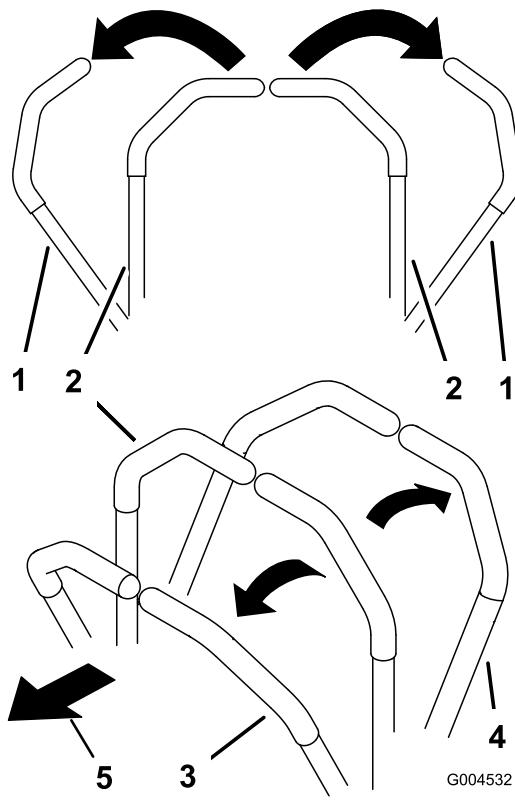

Bild 18
1. Schieben Sie die Fahrantriebshebel (Bild 18) aus der ARRETIERTEN NEUTRAL-Stellung.
3. Drücken Sie die Steuerhebel langsam nach vorne, um vorwärtszufahren (Bild 18).
Wenden Sie denselben Druck auf beide Fahrantriebshebel an, um geradeaus zu fahren (Bild 18).
Bewegen Sie zum Wenden den Fahrantriebshebel in Richtung Neutral in der Richtung, in der Sie wenden möchten (Bild 18).
2. Ziehen Sie zum Rückwärtsfahren die Fahrtriebshebel langsam nach hinten (Bild 18).
Wenden Sie denselben Druck auf beide Fahrtriebshebel an, um geradeaus zu fahren (Bild 18).
Verringern Sie zum Wenden den Druck auf den Fahrtriebshebel in der Richtung, in der Sie wenden möchten (Bild 18).